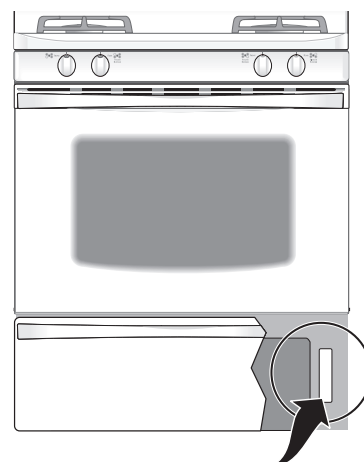

Fig. 41 La placa de serie está ubicada en el costado derecho del marco delantero inferior del electrodoméstico.
1. Para verificar el encendido adecuado, oprima y gire la perilla de un quemador superior a la izquierda a la posición ☆ 'LITE'. Usted oirá el ruido de las chispas del encendedor (Ver Fig. 41).
2. El quemador superior debe encenderse cuando llega gas al quemador superior. Purgue el aire de las tuberías de suministro dejando la perilla en la posición ☆ "LITE" hasta que el quemador se encienda. Todos los quemadores deben encenderse dentro de cuatro (4) segundos en funcionamiento normal después de que el aire ha sido purgado de la tubería de suministro.